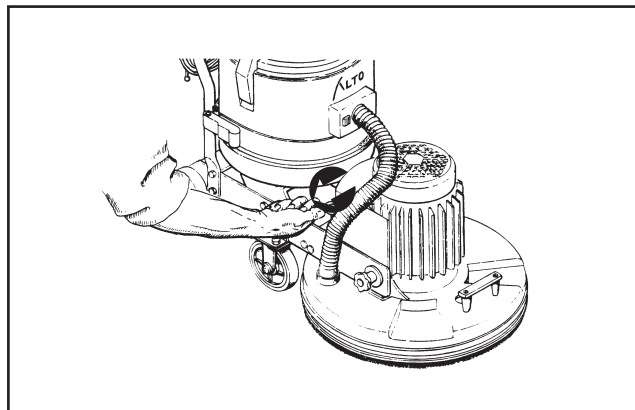

Figure 16
3. Relâchez la pression de la tête jusqu'à ce que le pied en caoutchouc soit en contact avec le châssis principal. (Voir Figure 16). Serrez jusqu'à ce que le pied en caoutchouc soit en contact avec le châssis principal. Effectuez les réglages nécessaires lorsque vous manœuvrez la machine, soit vers le haut soit vers le bas pour obtenir le ponçage souhaité.